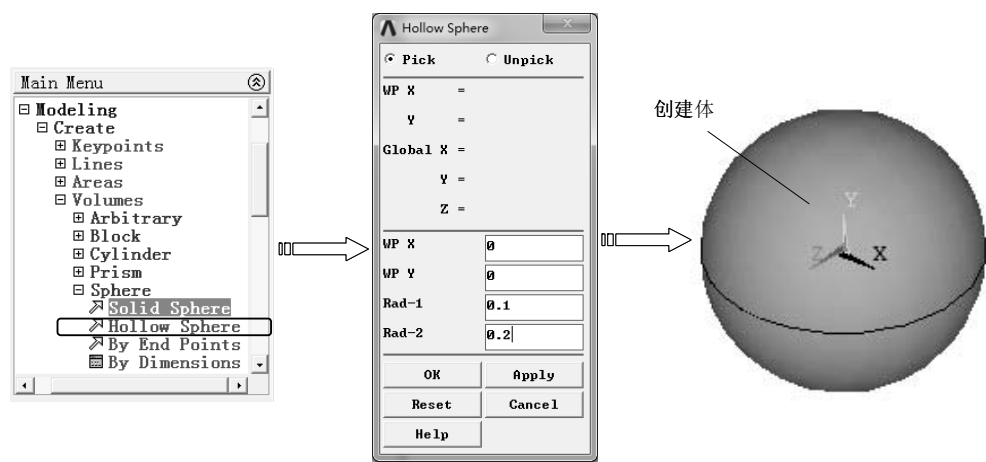

图 2-69 绘制空心球体
(2) 绘制空心球体 选择“Main Menu>Preprocessor>Modeling>Create>Volumes>Sphere>Hollow Sphere”命令，弹出“Hollow Sphere”对话框，在“WP X”和“WP Y”文本框中输入球中心X、Y坐标，在“Rad-1”和“Rad-2”文本框中分别输入球的内、外半径，然后单击“OK”按钮创建球体，如图2-69所示。